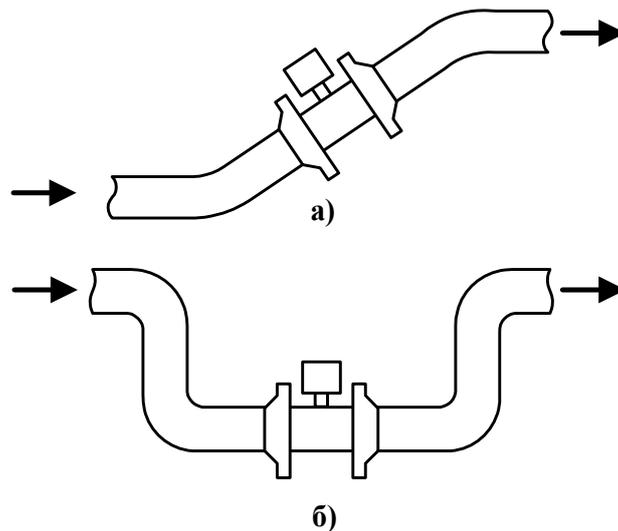

Рис. 1. Рекомендуемые варианты места установки ППРЭ.
- в месте установки в трубопроводе не должен скапливаться воздух – ППРЭ не должен располагаться в самой высокой точке трубопровода, а также в трубопроводе с открытым концом; наиболее подходящее место для монтажа – нижний либо восходящий участок трубопровода (рис.1);